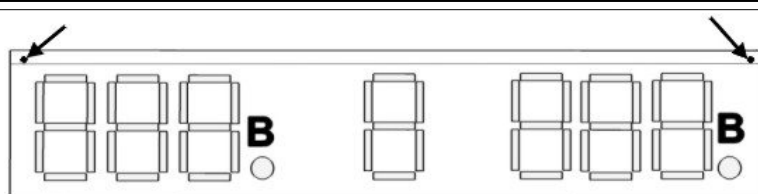

Fig. 8.1: Viti di fissaggio del pannello frontale
2. Con un cacciavite a croce, dal modulo dove è presente la scheda da sostituire, svitare le due viti di blocco del pannello trasparente frontale (Fig. 8.1, Fig. 8.2-1).